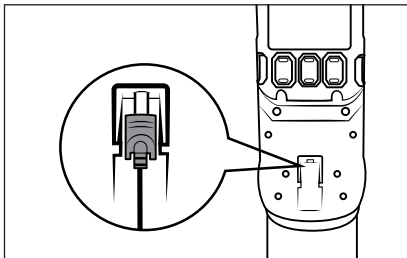

Fig. 8
- ▶ La aspiradora también puede cargarse directamente a través del adaptador de red **9**. Para ello, extraiga el conector coaxial **10** del soporte mural **17** con un leve giro e insértelo en la conexión de carga **2** del aparato (consulte la fig. 8).